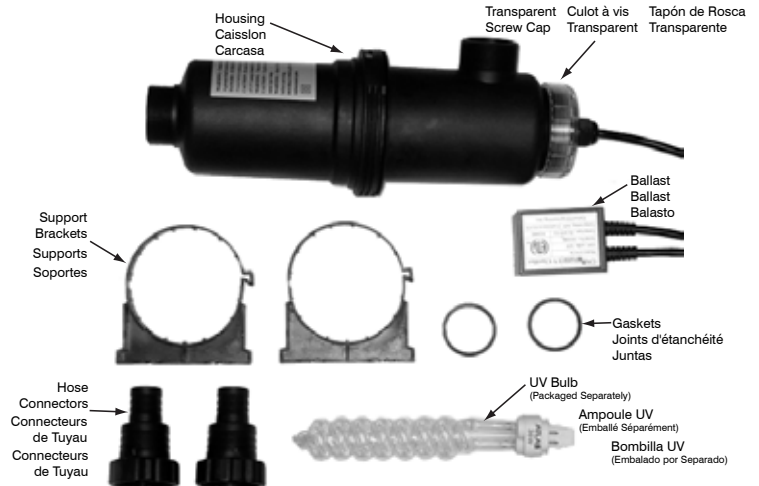

FIGURE 1
2. Verify the components shown in figure 1 are packed with your UVC kit.
2. Vérifiez que les composants montrés dans la figure 1 sont emballés avec votre kit UVC.